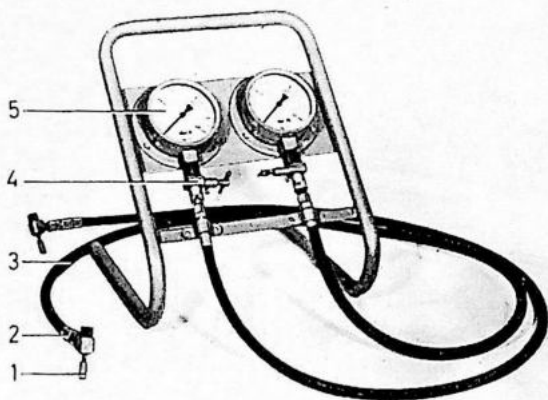
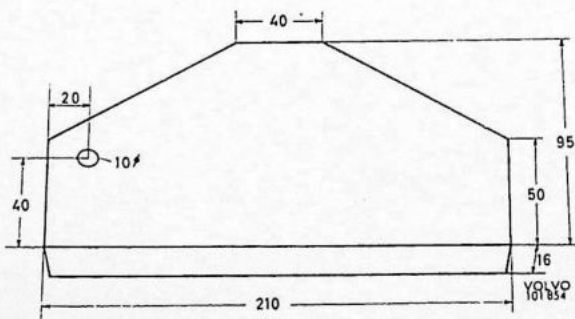

Fig. 5-2. Testgereedschap SVO 2741
Fig. 5-3. Houten inzetstuk voor voorremjuk
Het testgereedschap (Fig. 5-2) SVO 2741 wordt bijvoorbeeld gebruikt om fouten in het remsysteem op te sporen. Het verwijderen van de remzuiger uit het remjuk gaat gemakkelijker met behulp van de houten inzetstukken overeenkomstig Fig. 5-3 en 5-4.
2. Verwijder beide binnenste ontluftingsnippels bij één van de voorste remjukken en verbind het testapparaat SVO 2741, zoals Fig. 5-2 laat zien.